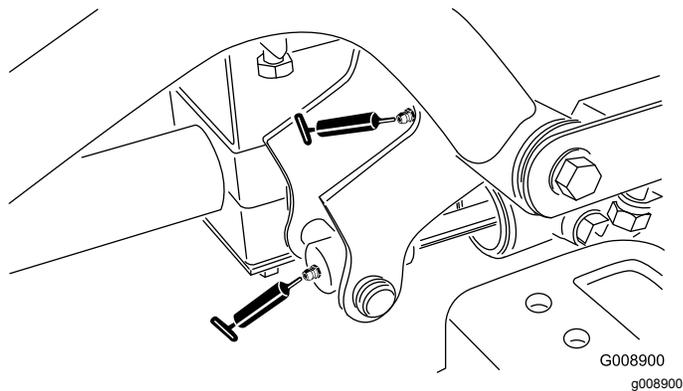

Рисунок 55
- Цилиндр поворота и подъема правого переднего подъемного рычага (2) (Рисунок 55)